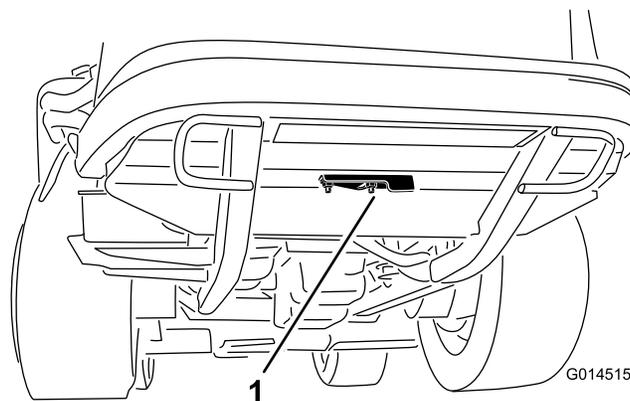

Figura 82
2. Afloje la tuerca con arandela prensada que sujeta la tapa del hueco de limpieza a la parte inferior del bastidor trasero (Figura 82). Gire la tapa a un lado para tener acceso al hueco de limpieza del bastidor.